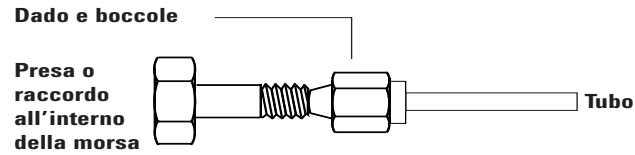

Figura 18 Montaggio del raccordo
- 3 Inserire il tubo nella presa in acciaio inossidabile (Figura 18).